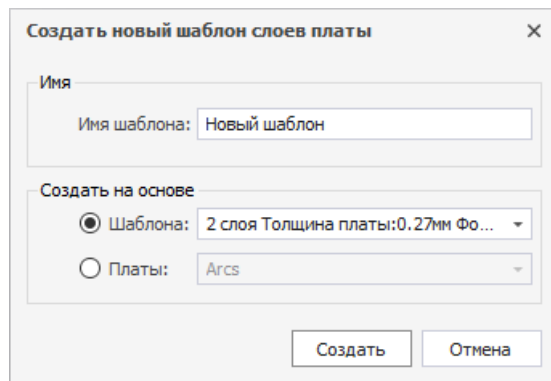

Рис. 115 Ввод имени шаблона слоев платы
3. В окне «Создать новый шаблон слоев платы» в поле «Имя» введите имя для создаваемого шаблона, Рис. 115.